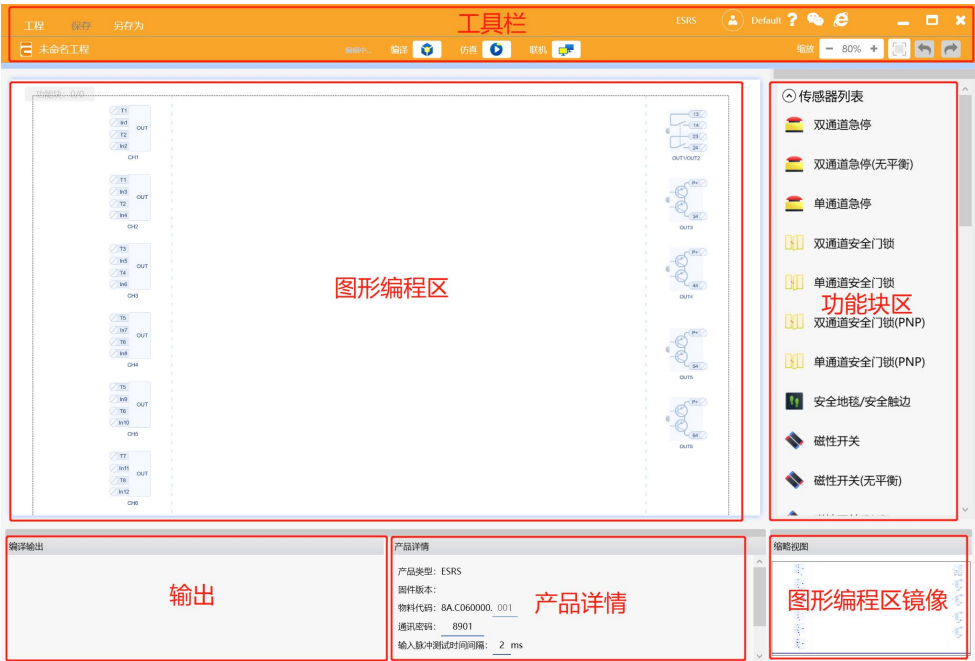

图 8 编程界面
- 1、双击“ESRS”等型号，进入编程界面（如图 8）；
进入编程界面后，根据功能的不同，划分出不同的区域和单元（如图 8）：有工具栏，图形编程区，功能块区，输出，产品详情，图形编程区镜像。